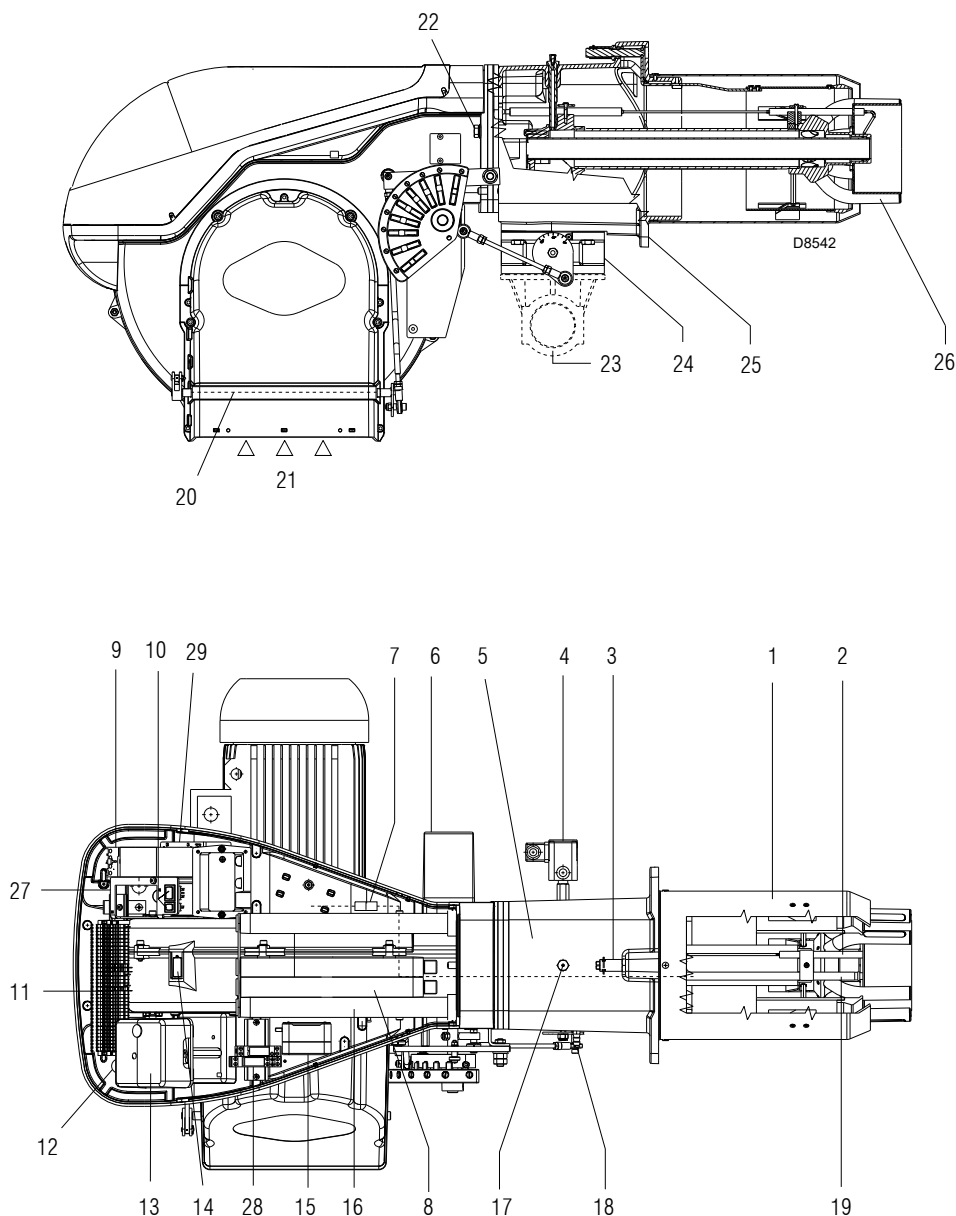

Fig. 7
- Forlængelser til føringer 16)(Fig. 7 på side 14) (modeller med lang måledyse) . . . . . 2 stk.
**Blokering af flammekontrol:** tænding af knappen til flammekontrol 13)(Fig. 7) advarer om, at brænderen er blokeret. Tryk på knappen for at genindkoble brænderen.
**Blokering af motor:** tryk på knappen til termisk relæ 9)(Fig. 7) for at fjerne blokeringen.